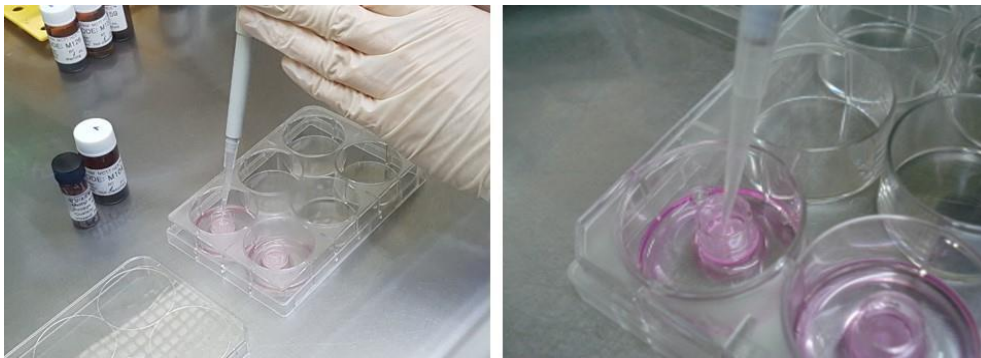

Figure 5. 액체 시험물질 처리
- 4) 시험물질 40 μ l를 micropipette으로 취하여 조직의 안쪽 중앙에 천천히 떨어뜨린 후 조직을 잡고 돌려주어 전체 표면에 골고루 처리되도록 한다 (Fig. 5).